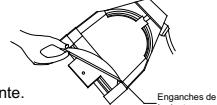

Figura 5
7. En ese momento, retire el dedo, dejando que la lente descance sobre las sujeciones de la lente. (Figura 5) .